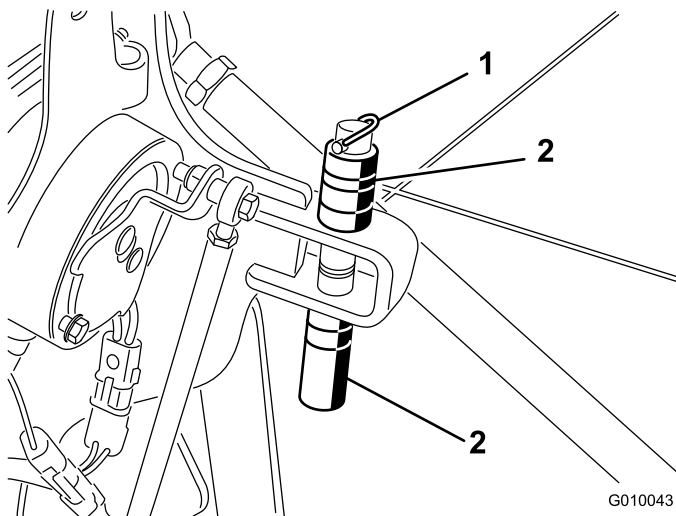

Figura 28
1. Togliete l'acciarino di fissaggio dei distanziali e le spine di profondità (Figura 28).